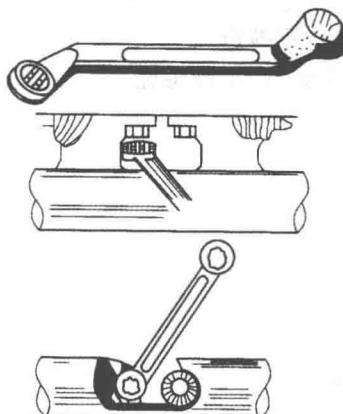

图 1-2 梅花扳手
(2) 梅花扳手(如图1-2)。梅花扳手同呆扳手的用途相似,但两端是花环式的。其孔壁一般是12边形,可将螺栓和螺母头部套住,扭转力矩大,工作可靠,不易滑脱,携带方便。梅花扳手适用于旋转空间狭小的场合。